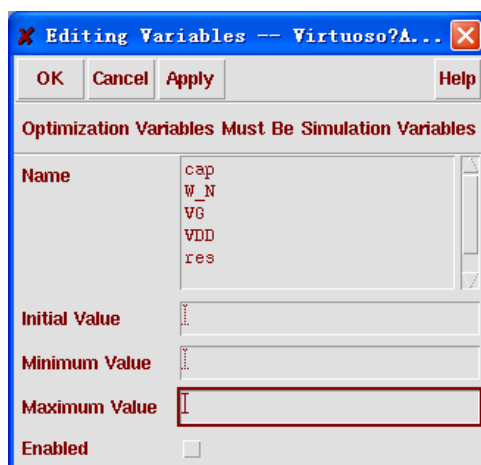

图 11.20 添加一个设计变量
- 1) 选择 “Variables” → “Add/Edit” 或者点击 “Tool Bar” 中的 “Add/Edit Variables” 按钮，此时 “Editing Variables” 窗口弹出。如图 11.20 所示。